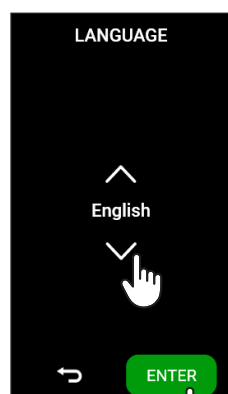

fig.2
Si la surface d'appui n'est pas parfaitement plane, réglez les pieds avant en les relevant ou en les abaissant pour obtenir une légère inclinaison (fig.2).
- Réglez la langue souhaitée et appuyez sur ENTER (fig. 2) ;